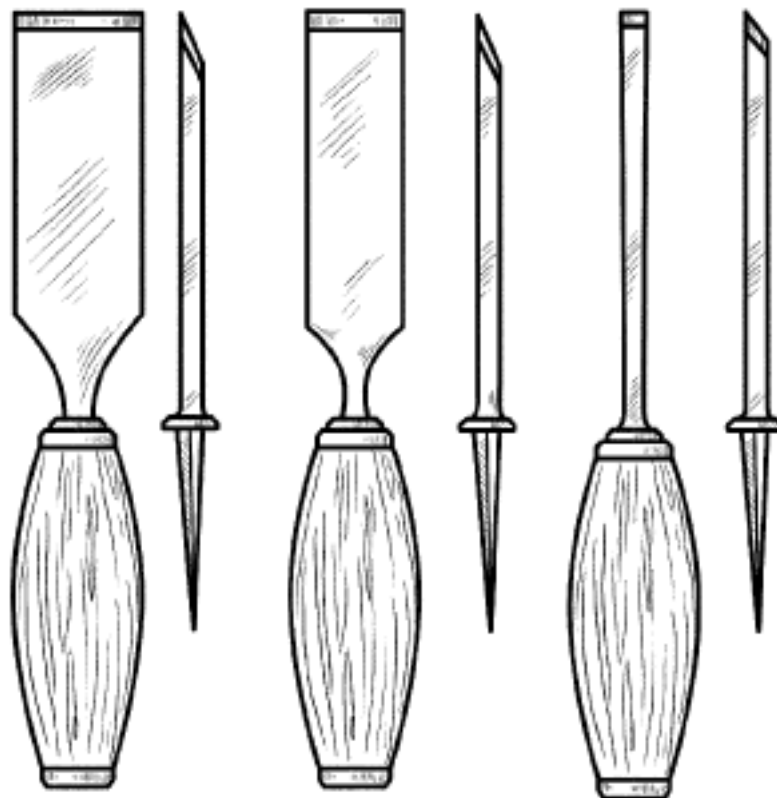

Рис. 12. Прямые стамески
3. Прямая стамеска (рис. 12), которой зачищают фон, прорубают контур орнамента, снимают фаску. Ширина стамесок различна – от 5 до 30 мм.